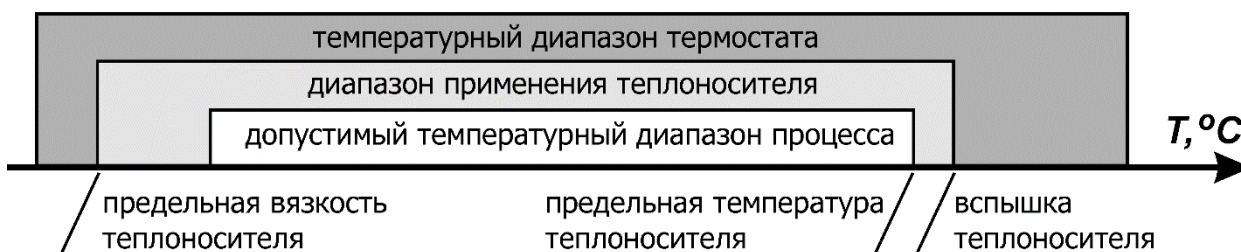

Рисунок 9 — Определение предельной температуры теплоносителя
**!** Приведенные ниже величины температурных диапазонов ограничиваются температурным диапазоном термостата, в составе которого используется блок регулирования (рисунок 9). Рекомендуемые теплоносители приведены в разделе «Технические характеристики» руководства по эксплуатации термостата.